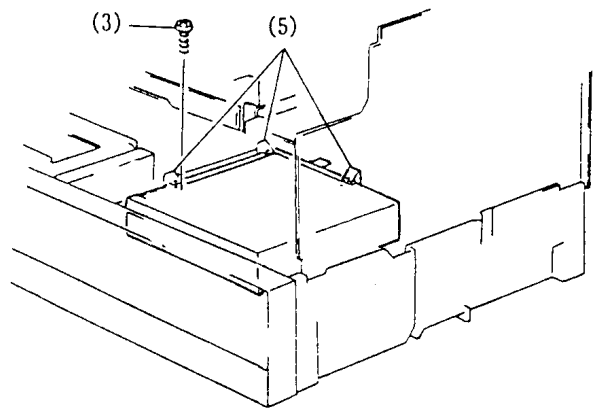

Abb. 4-13 Digitalverarbeitungs-Leiterplatte
9. Digitalverarbeitungs-Leiterplatte (Abb. 4-13)